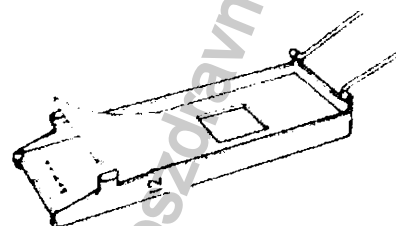

Рисунок 3-12
1. Поместите резиновую прокладку (2) на стеклянную пластинку. См. Рис. 3-12.